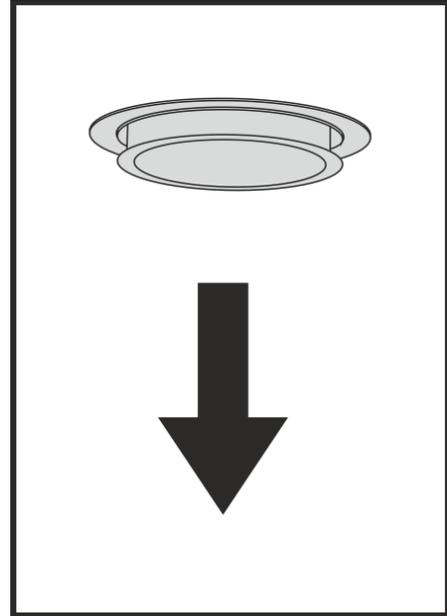

Рис.8
8.8 На витяжці встановлені LED лампи підсвічування робочої зони плити. Для заміни лампи необхідно зняти алюмінієві фільтри, відтиснути лампу так, щоб вона вийшла з корпусу витяжки, від'єднати конектор, вийняти її. Замість неї необхідно встановити нову з тими ж характеристиками і встановити фільтри (**Рис.8**).